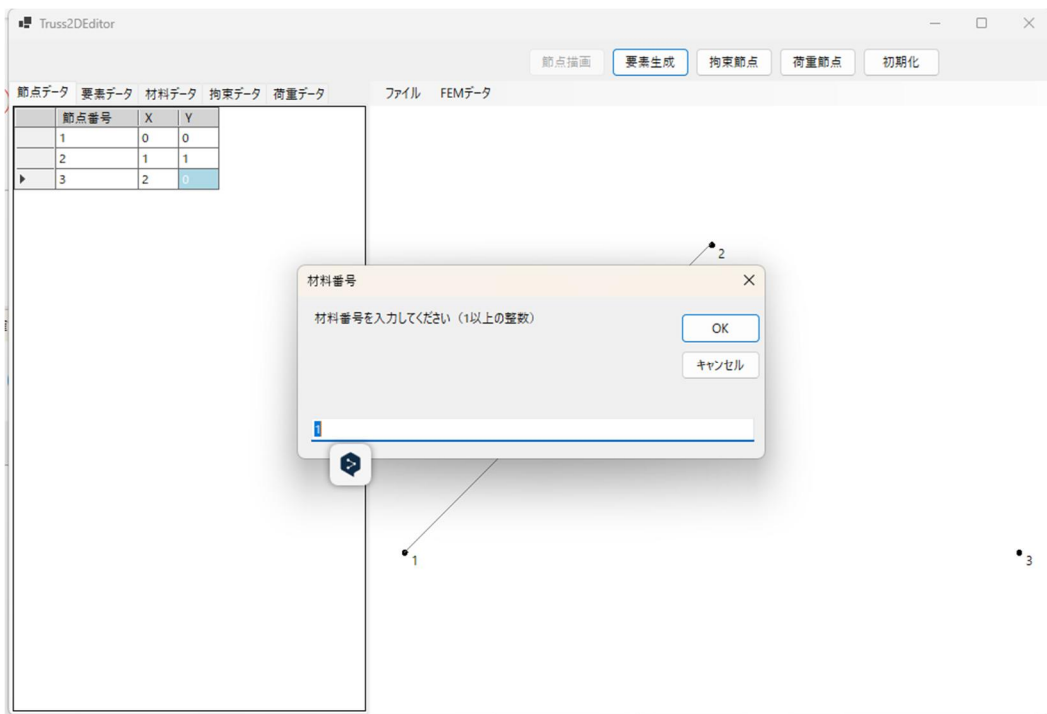

図 6 材料番号の入力
5 のような要素作成のための確認画面が現れるので「はい (Y)」を選択する。次に、節点 1 を左クリックすると、節点 1 を始点、現在のマウスポインタを終点とする線が表示されるので、節点 2 の付近にポインタを近づけて左クリックする。このとき、図 6 のように、材料番号(1 から始まる)の入力を促すメッセージボックスが現れるので、(材料番号 1 をデフォルトとして) リターンキー押す。